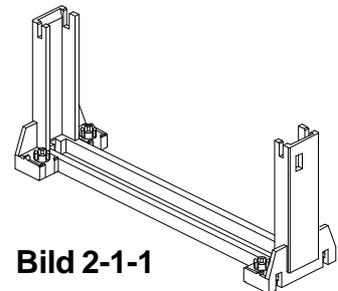

Bild 2-1-1
- ❑ CPU Ständer - Kunststoff-Führung mit Montagelöchern im Standfuß als Halterung für die Pentium II Prozessor Steckkarte (S.E.C.) im Slot 1. Die Riegel der CPU schnappen in die Aussparungen in der Führungsschiene. (Siehe Bild 2-1-1)